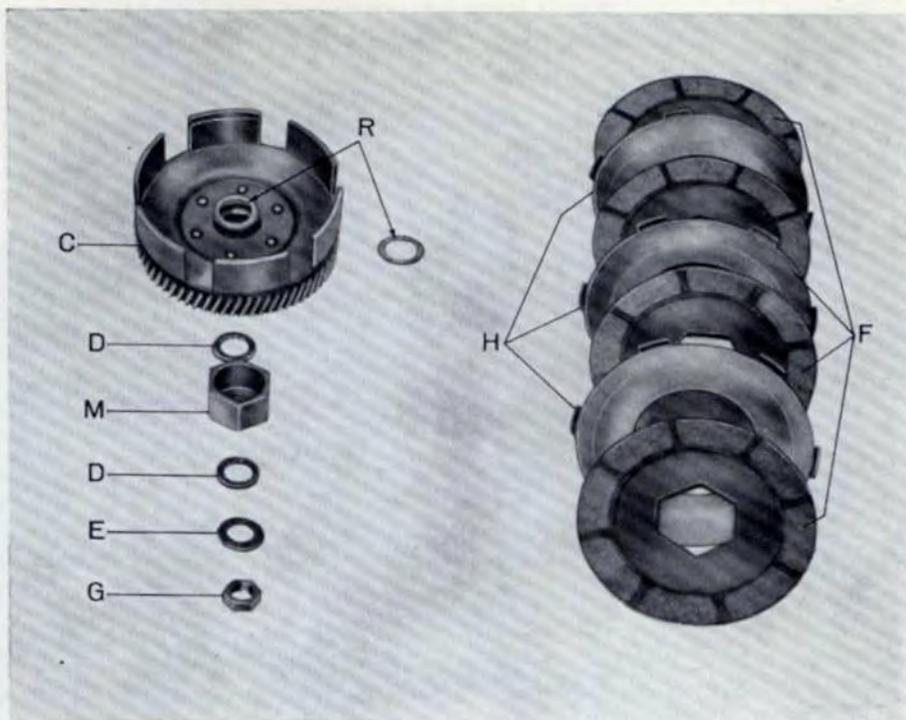

Fig. 23 - Montaggio frizione e pignone sull'albero motore
22. Fig. 23 Collocare la rosetta di rasamento R sull'albero primario: infilare la campana frizione C, l'altra rosetta di rasamento R, la rosetta dentellata D avendo cura che lo smusso sia rivolto verso la mezzaria motore, montare il mozzo frizione M, la rosetta D nonchè la rosetta elastica E ed il relativo dado G.